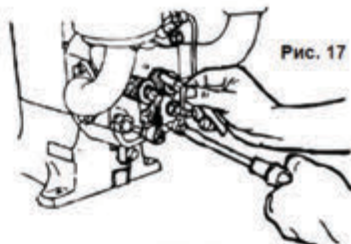

Рис. 17
- Снимите крышку головки цилиндра, поворачивайте маховик до тех пор, пока и впускной и выпускной клапана не будут закрыты. Ослабьте контровочную гайку на качающем рычаге и поверните регулировочный винт. После этого вставьте калибровочный щуп между штоком клапана и качающим рычагом; вкручивайте регулировочный винт до тех пор, пока калибровочный щуп не будет легко выходить. После этого затяните контровочную гайку (См. Рис.17).